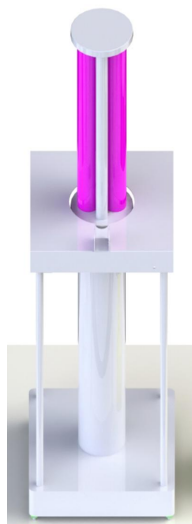

图4 紫外消杀模块
(4) 紫外消杀模块: 如图4所示, 由紫外灯管、紫外消杀设备组成, 用于实现紫外消杀功能。